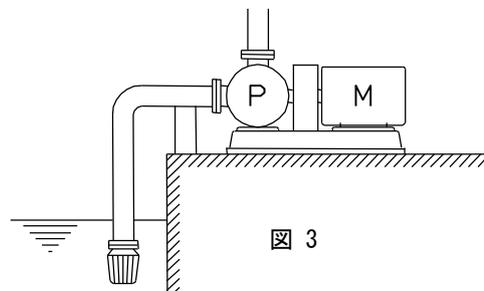

図 3
- (c) 吸込管は図 3 のように、なるべく短く、かつ、曲りを少なくし、仕切弁は設けないようにしてください。